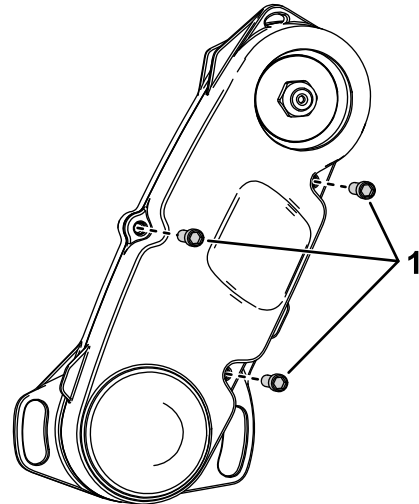

Figure 6
2. Retirez les 3 boulons qui fixent le couvercle au système d'entraînement du cylindre et déposez le couvercle du système (Figure 6).
7. Fixez le couvercle sur le système d'entraînement du cylindre au moyen des boulons retirés à l'opération 2 ; voir Figure 6.